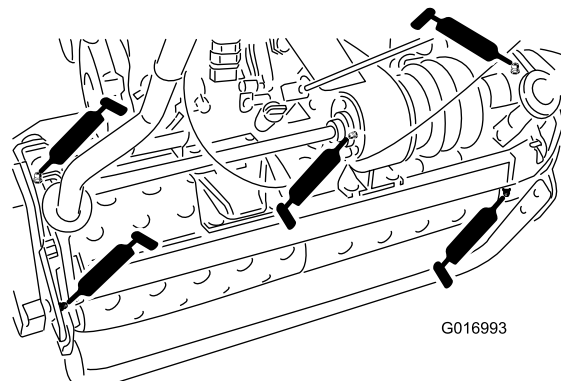

Figure 22
- 2 sur les essieux du tambour (Figure 22)
- 3 sur le différentiel (Figure 22)